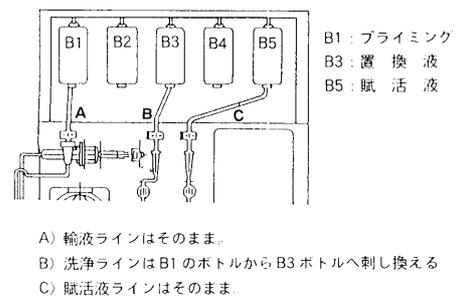

図18 治療準備
- e. ヘパリン注入速度は⑤のつまみを回し設定する。
- f. 加温器温度は⑥のつまみを回し設定する。
- ① 血液回路を図18の如くつなぎ換える。
- ① 脱血側及び返血側の穿刺施行。
- ② 採血ライン及び返血ラインを患者に接続する。